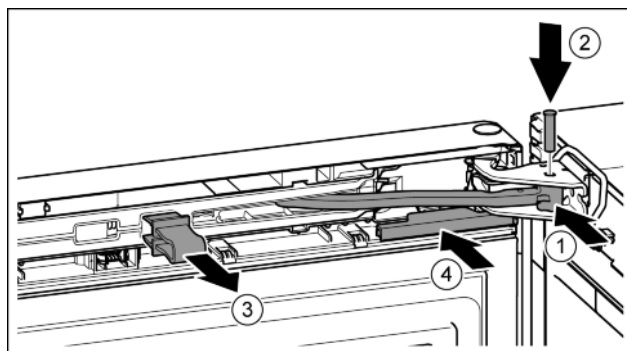

Fig. 40
- ▶ Поверніть шарнір в опорному кронштейні. Fig. 40 (1)
- ▶ Встановіть гвинт в опорний кронштейн та шарнір. При цьому виступ фіксатора повинен займати правильне положення в пазу. Fig. 40 (2)
- ▶ Зніміть запобіжник. Fig. 40 (3)
- ▶ Насуньте кришку. Fig. 40 (4)